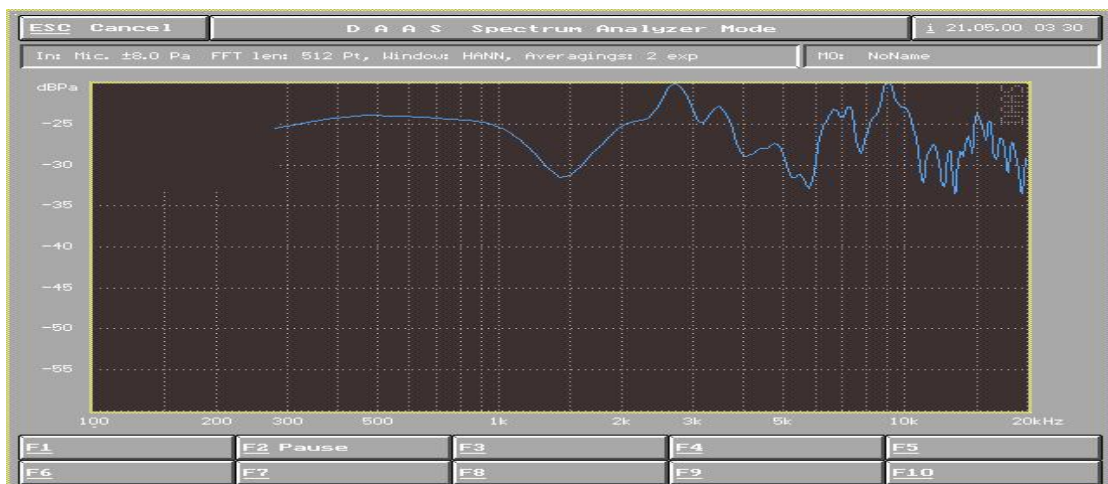

图 56
- 3) 在图 56 界面中, 按 F2 Pause 暂停测试, 并将实时测到的结果显示于数据框中。